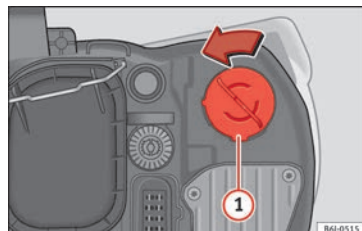

Abb. 98 Blinklicht
- Drehen Sie den Lampenträger » Abb. 98 ① nach links und ziehen Sie.